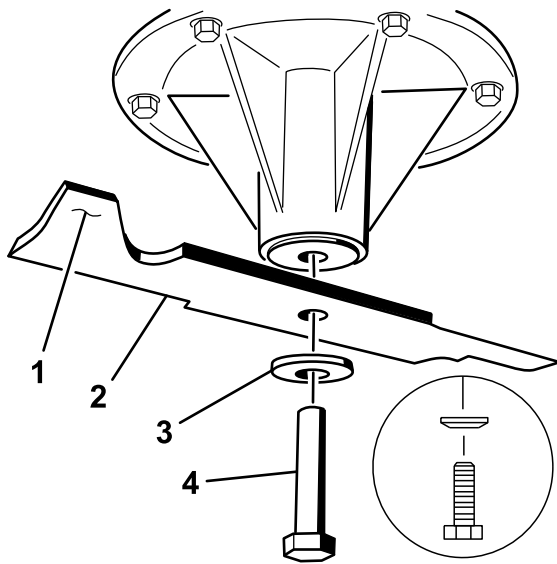

Figura 102
2. Togliere il bullone, la rondella curva e la lama dall'asse del fusello (Figura 102).